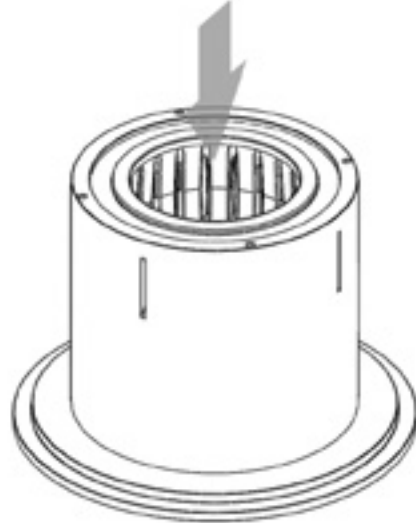

Abbildung 17 – Tauschen Sie Manschette und Kern in der Lagerschale aus.
- Tauschen Sie die Manschette und den Kern in der Lagerschale aus, wie in Abbildung 17 unten gezeigt.